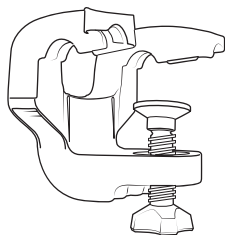

Рис. 2. Скоба крепления к столу
• Установите устройство на ровной поверхности (например, столе) на 5 присосок. Если необходимо, прикрепите его к столу с помощью скобы (рис. 2).